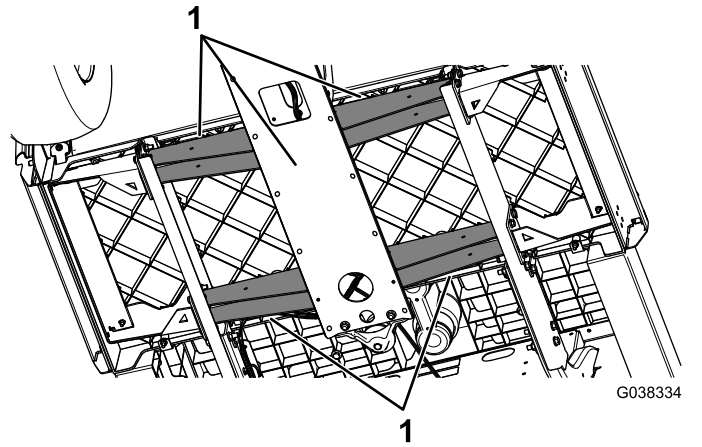

Figura 3
2. Utilizzate un martinetto sotto il telaio per sostenere la parte anteriore della macchina (Figura 3).